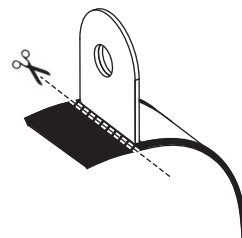

FIG. 12
11. ②テールパイプLに、④サイレンサーLを取り付けて下さい。
次に、⑤サイレンサーバンドに⑥サイレンサーバンド用スペーサーラバーを取り付けて④サイレンサーLに通し、純正ボルト、純正ワッシャ、純正ナットを使用して車両の左側タンデムステップブラケットに仮締めして下さい。(FIG. 12, 13参照)